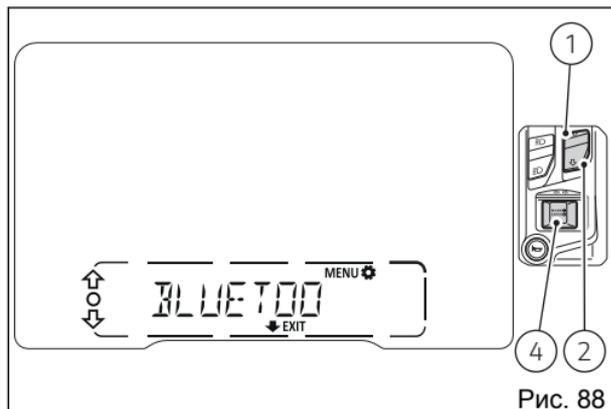

Рис. 88
При входе на страницу функции SETTING MENU BLUETOOTH (Рис. 88) выберите устройство, которое необходимо удалить из отображенного списка, используя кнопки (1) или (2).